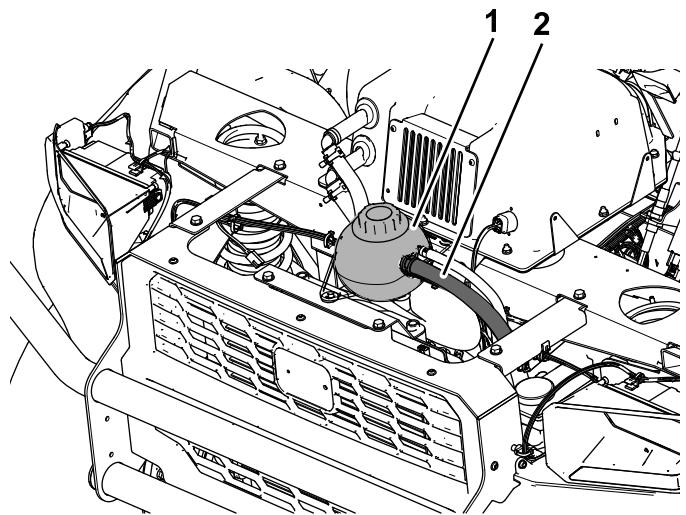

Figura 28
5. Retire o tubo do líquido de arrefecimento existente do lado do depósito do líquido de arrefecimento Figura 28 e encorte o tubo em 23 cm. Guarde a abraçadeira de banda.